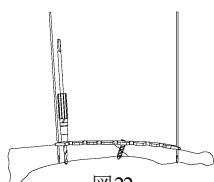

図22
- 11) 2.5 ドリルスリーブ (S) 2 をプレート最近位ホールに設置し、2.5 ドリルでドリル先端が対側皮質から2mm程突出するまでドリリングします。(図22)